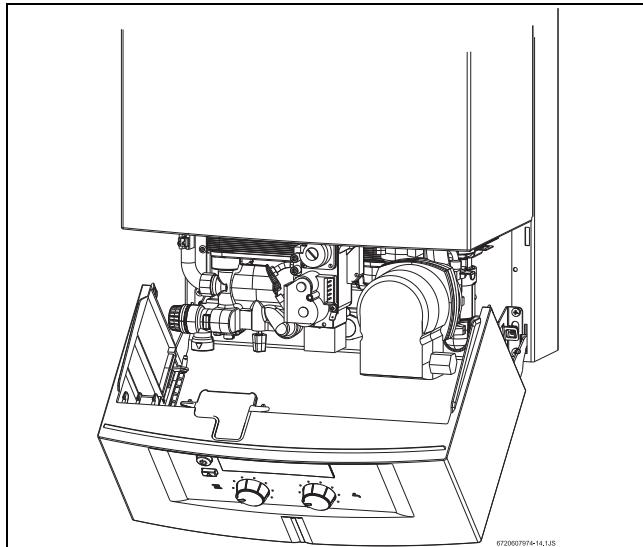

Рис. 28 Сервисная позиция для регулирования газа
- ▶ Перевести панель управления в сервисную позицию (рис. 28).